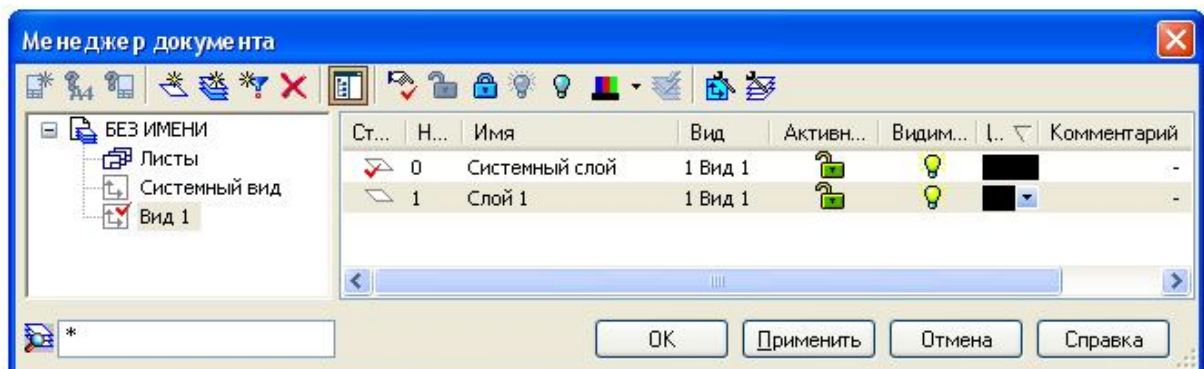

Рис. 1.6. Менеджер документа
- на панели инструментов диалогового окна менеджера документов натисніть на піктограму  «создать слой». В левой части окна з'явиться новый шар – слой 1 (рис.1.6.). Задати його властивості у відповідності з табл. 1.1;